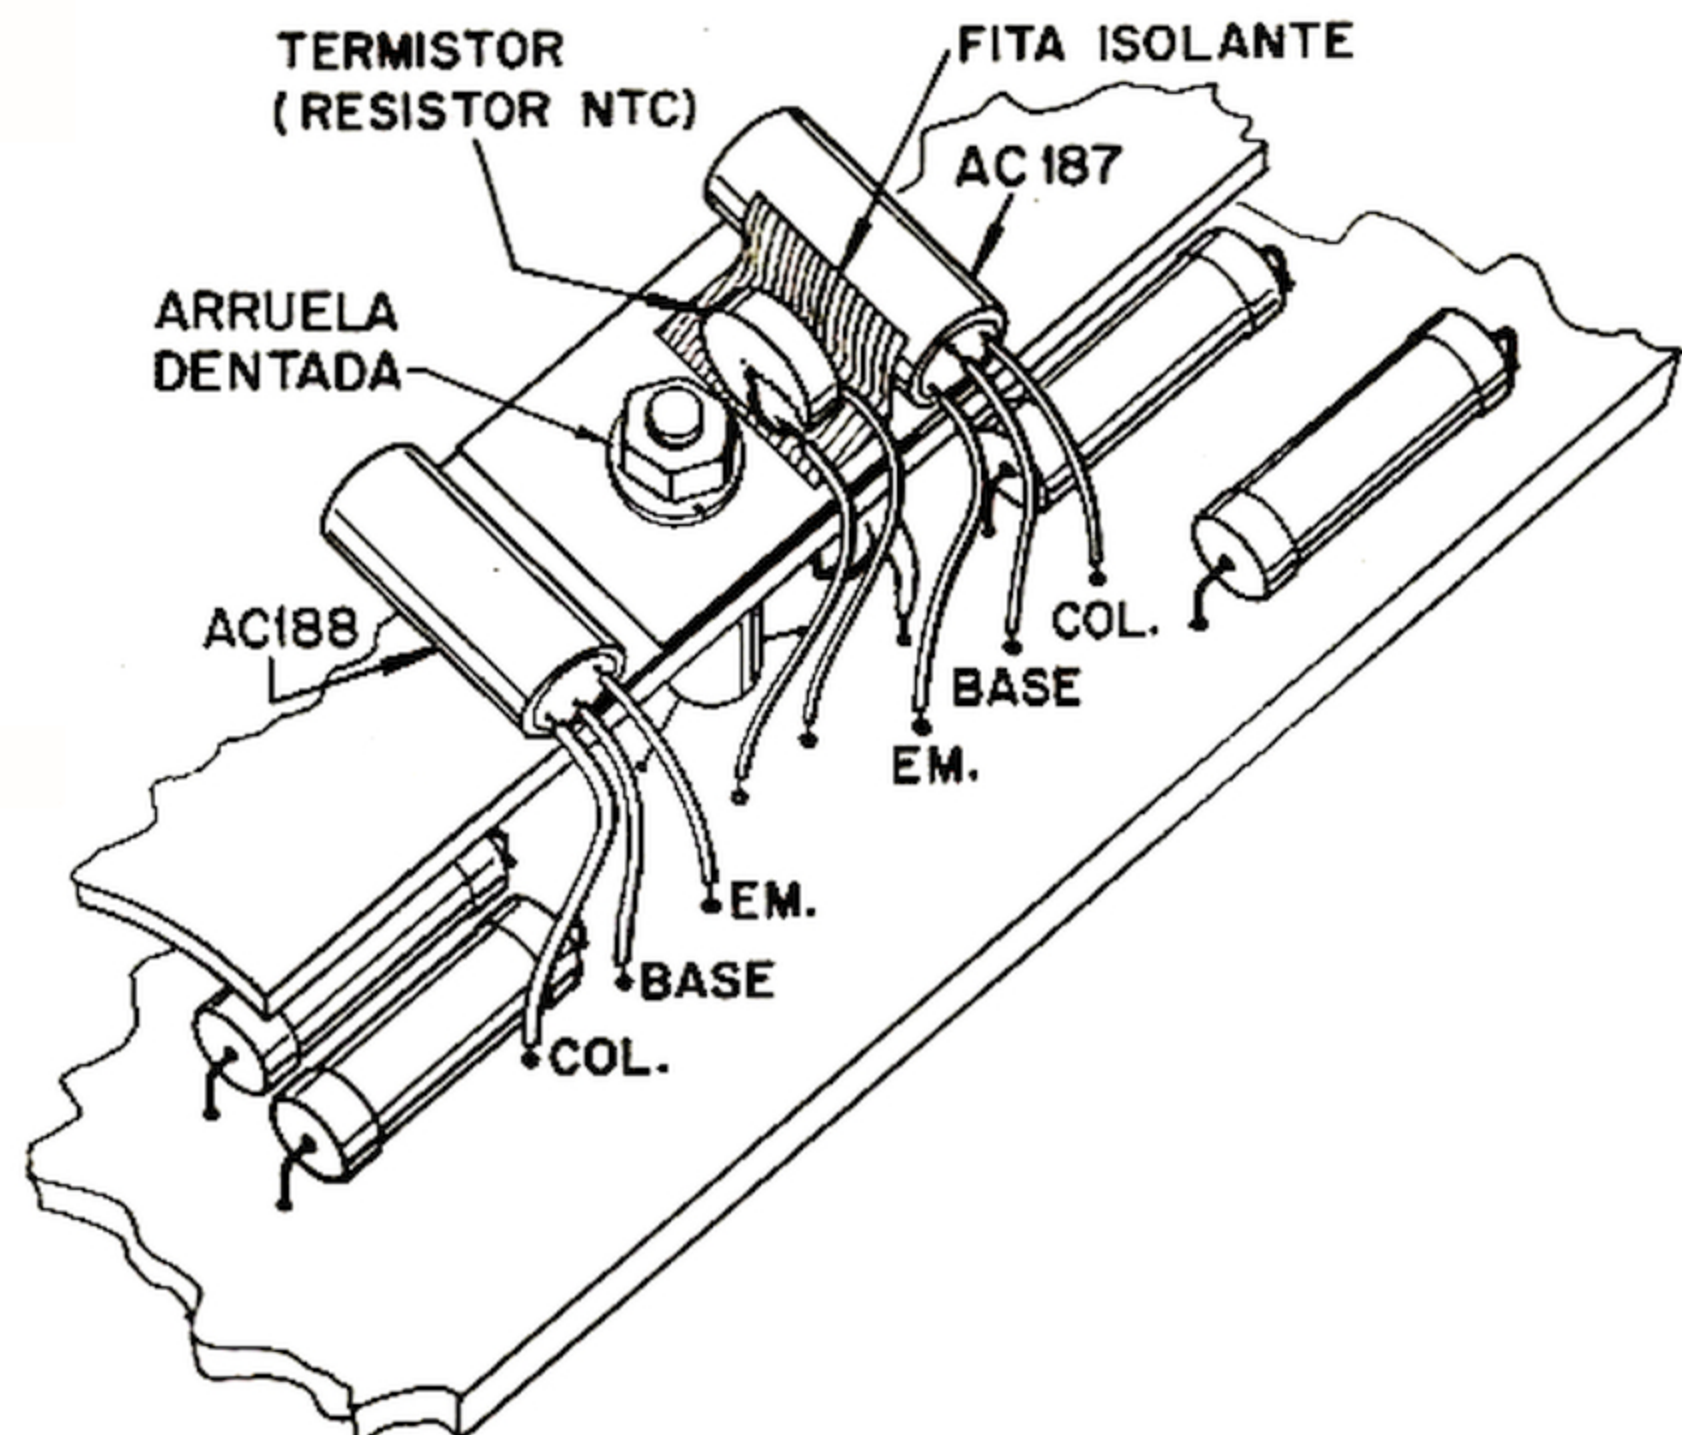

Figura 14 - Detalhe da montagem do resistor NTC (termistor).
- 18 - Aplique fita isolante no local destinado ao termistor (NTC). Consulte o detalhe da figura 14.